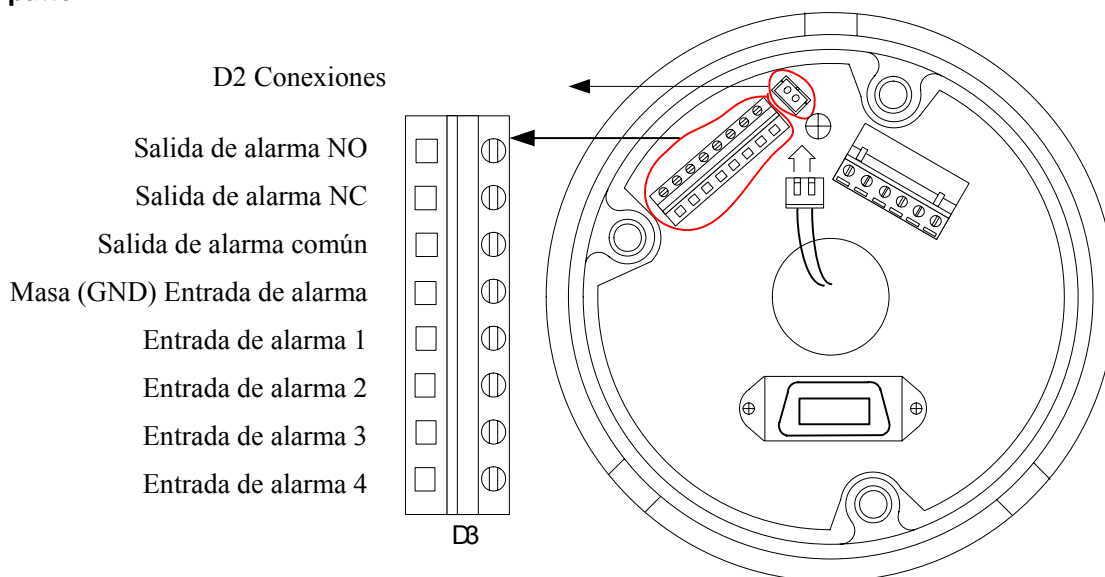

Figura 15-1
- 11) Conecte la regleta de conexiones en la base D2 (Figure 15-1). Realice las conexiones según la figura D3. Observe la figura 15-1, Cuando el domo identifica una señal de alarma, actúa según la programación, y enviará una imagen al monitor de principal. Fig 15-2 conexión de las entradas de alarma.